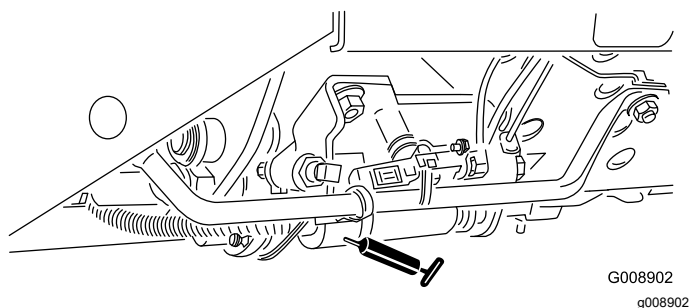

Рисунок 40
- Ползунок режима сжатия/транспортировки (Рисунок 40)